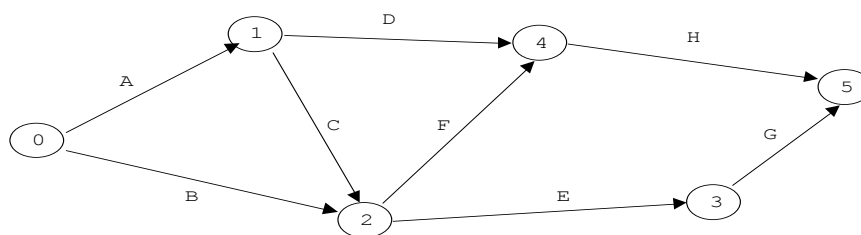

Рис.1
**Пример:** Рассмотрим простой проект, состоящий из восьми работ – рис. 1